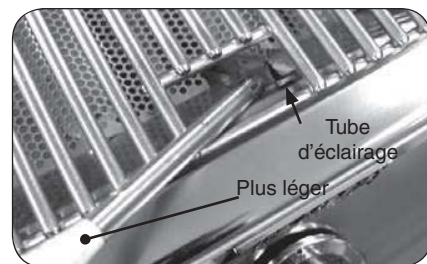

Fig. 20-2 - Éclairage manuel
2. Passez un allumeur brûlant de butane de long-baril ou une allumette brûlante de long-tige dans la grille à cuire s'ouvrant au dessus du tube d'éclairage. (Fig. 20-2). Pour des backburners, tenez la flamme contre la surface du backburner.
4. Si le brûleur ne s'allume pas, enfoncez immédiatement le bouton et tournez la valve à AU LOIN. ATTENDEZ CINQ (5) MINUTES avant de répéter les étapes 2 à 4 des instructions manuelles d'éclairage.